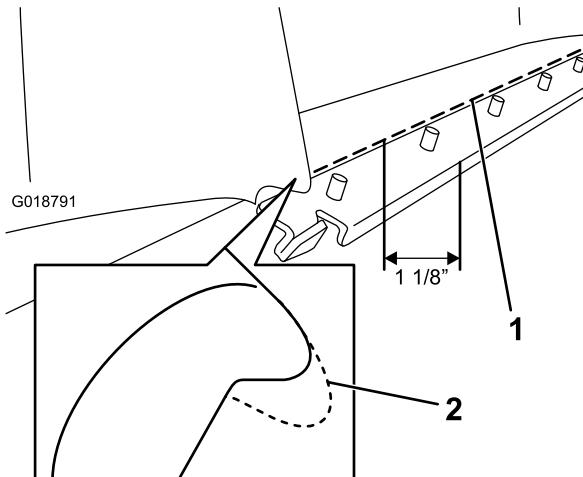

Bild 1
1. Schneiden Sie den alten Fangkorbstreifen 2,85 cm (1-1/8") von der Vorderkante der Halterung vom Fangkorb ab (Bild 1).
2. Schrägen Sie die vordere Lippe des Fangkorbs in der Nähe der vorher entfernten Fangkorbhalterung ab (Bild 1).